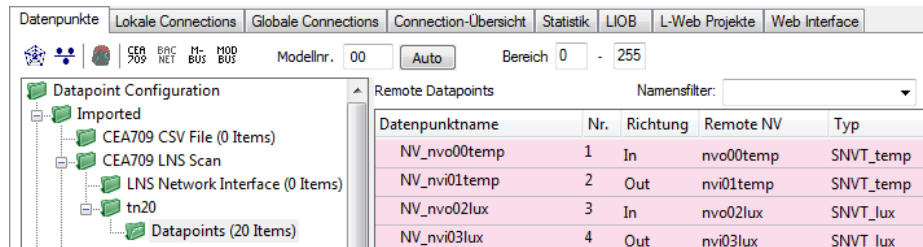

Abbildung 47: Ergebnis eines NV-Scans im LNS.
7. Nachdem der Scan durchgeführt wurde, wird der Ordner **LNS Database Scan** mit den gefundenen NVs befüllt (siehe Abbildung 47).